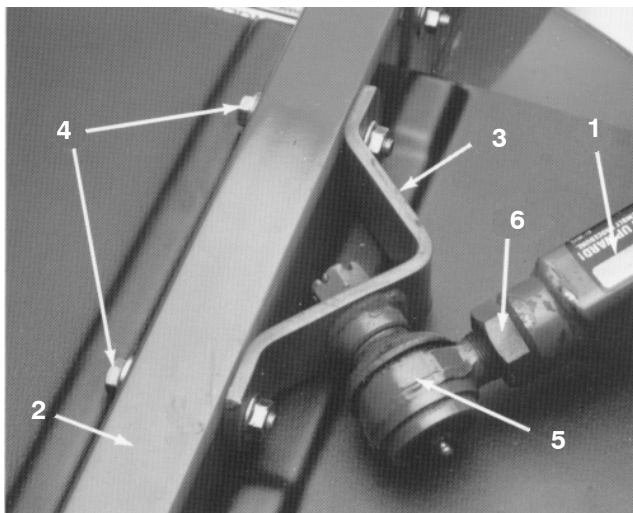

Bild 19
5. Ein Helfer sollte den rechten Schubarm nach unten drücken, während Sie die Kopfschrauben, Flachscheiben und Sicherungsmuttern entfernen, mit denen die Befestigung des Kugelgelenks am Laufradarm des Mähwerks befestigt ist (Bild 19). Der Helfer kann den Druck auf den Schubarm langsam vermindern, sodass die Federlast von 45 kg allmählich gelöst wird.
3. Ein Helfer muss den rechten Schubarm vorsichtig nach unten drücken, bis die Löcher in der Kugelgelenkbefestigung mit den Löchern im Laufradarm ausgerichtet sind (Bild 19).